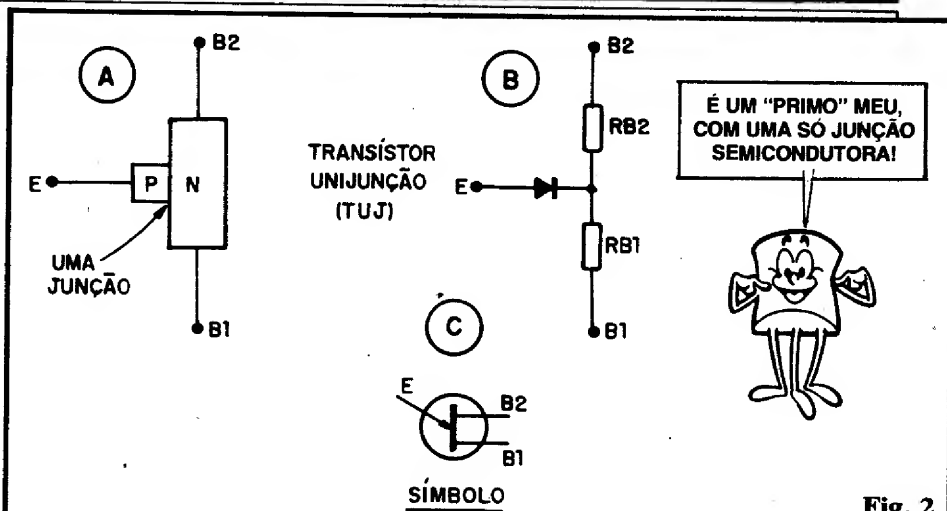

Fig. 2
- **FIG. 2** - A estrutura interna de um TUJ, sua "equivalência" (válida apenas para uma análise estrutural) e o respectivo símbolo... Em 2-A vemos que, ao contrário das **duas** junções semicondutoras presentes num transistor bipolar, o TUJ mostra apenas **uma** junção (área em que materiais semicondutores de diferentes polaridades, se "tocam"...). Basicamente o TUJ é construído a partir de uma "barra" de material tipo "N" (com "sobra" de elétrons, lembrem-se...?) dotada de contatos nos dois extremos... Tais contatos **não** constituem junções semicondutoras, e assim, entre B2 (base 2) e B1 (base 1) temos, na prática, não mais do que um "resistor", formado pelo material N. O material tipo P, como que "incrustado" no material N, determina a **única** junção semicondutora interna, estabelecendo aí uma espécie de "diodo"... Assim, conforme mostra o diagrama estrutural 2-B, tudo se passa como se o bloco tipo N fosse formado por dois simples resistores (RB2 e RB1), em série, tendo ao seu ponto central ligado um "diodo" (terminal "E", ou **emissor**...). Notem ainda que (conforme ocorre, na prática, com todo e qualquer componente eletrônico...) usamos para representar o TUJ nos diagramas, um **símbolo** específico, cujo desenho é mostrado em 2-C. O "nome" dos terminais já foi mencionado, mas vamos repeti-los: